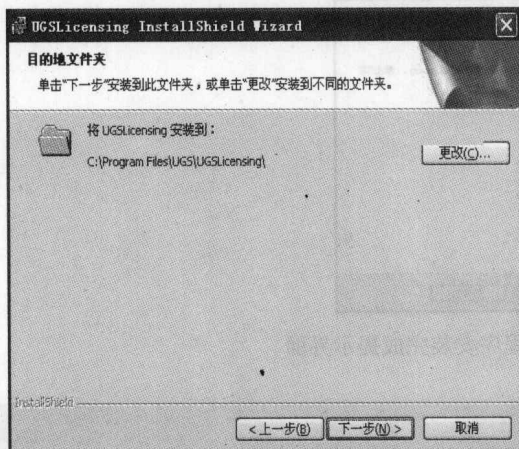

图 1-5 安装许可证文件路径界面
(7) 单击 **下一步(N) >** 按钮出现安装许可证文件路径界面, 如图 1-5 所示。